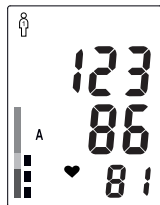
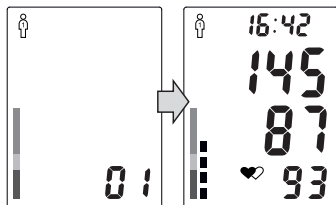

Рис.17
Рис.18
3. Просмотреть содержимое памяти прибора Вы можете, нажав кнопку M1 или M2. При первом нажатии кнопки M1 «» (или M2 «») на экране появится среднее значение 3-х последних измерений, сохраненных в память M1 (или M2), обозначенное символом «А» (рис. 17). При повторном нажатии кнопки M1 (или M2) на экране появится индикатор выбранной памяти M1 «» (или M2 «») и номер ячейки памяти, а через 1 секунду отображается ее содержимое (рис. 18). При отображении содержимого ячейки памяти, дата и время измерения индицируется попеременно в верхней строке дисплея. Каждое нажатие кнопки M1 (или M2) вызывает переход к следующей ячейке памяти. Если в памяти нет сохраненных результатов измерений, при первом нажатии M1 (или M2) на дисплее отображаются текущие дата/время попеременно.